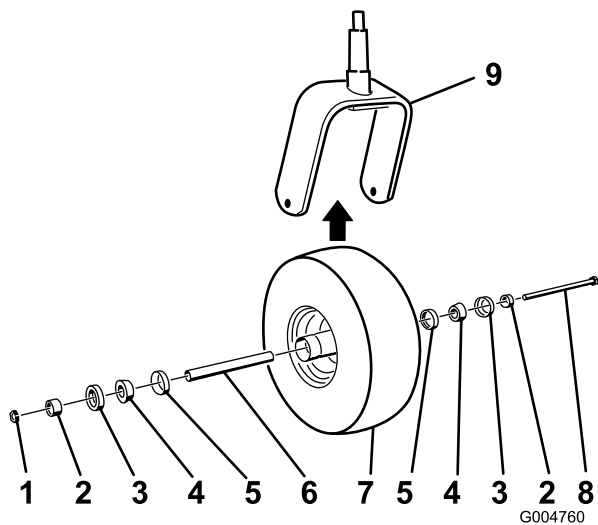

Figura 53
5. Monte a roda empurrando os rolamentos cónicos e vedantes, cheios de massa lubrificante, para dentro do cubo da roda, posicionado conforme ilustrado em Figura 53.